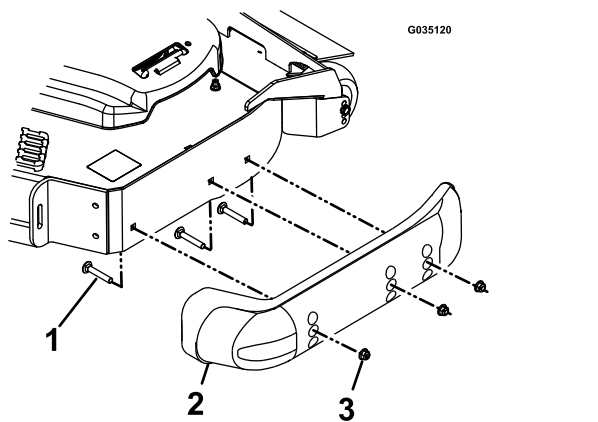

Figure 38
4. Retirez les boulons et écrous de chaque pare-chocs (Figure 38).